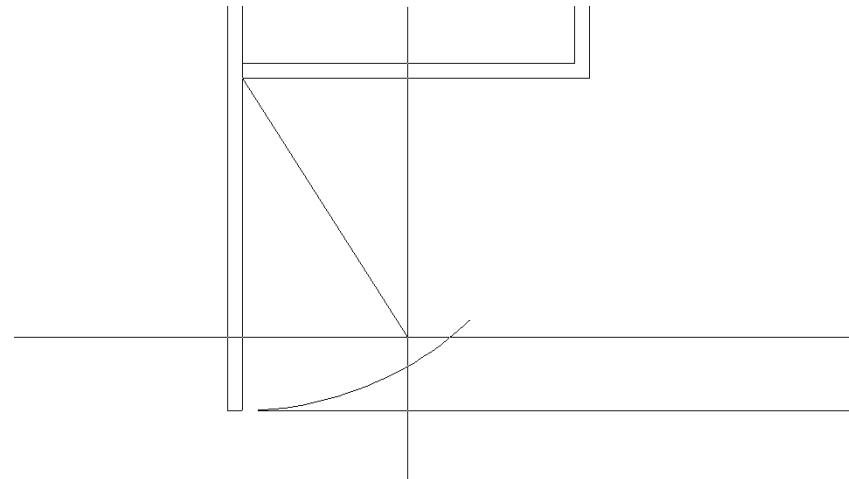

Рис. 4.49 ▶ AutoCAD ожидает ввода градусной меры дуги
6. AutoCAD отобразит приглашение **Конечная точка дуги или [Угол/Длина хорды]** : (Specify end point of arc or [Angle/chord Length]) и тут же автоматически введет _а для включения режима задания градусной меры дуги **угол** (Angle), в связи с чем в командном окне появится приглашение **Противоположный угол** : (Specify included angle:). Кроме того, вслед за указателем-перекрестьем будет перемещаться «резиновая линия», соединяющая его с центральной точкой, выбранной в п. 5 (рис. 4.49). От начальной точки будет проведена дуга, градусная мера которой также будет изменяться в зависимости от перемещения указателя-перекрестья.